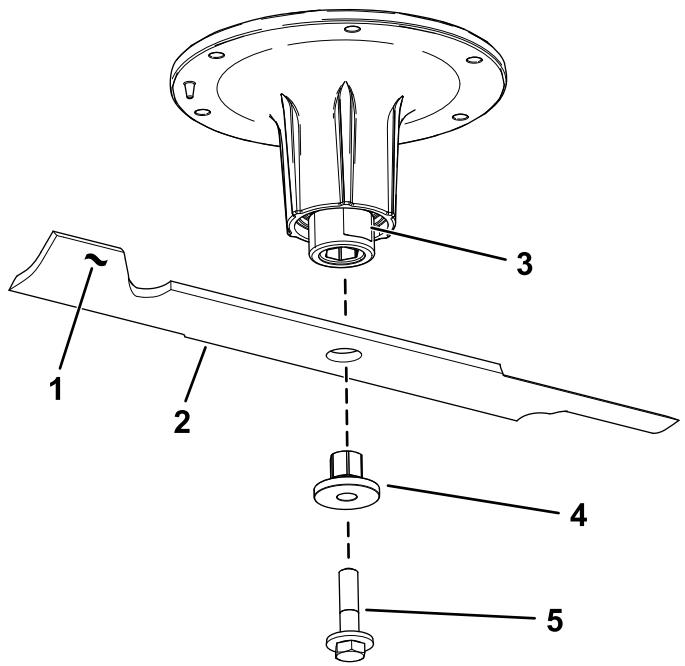

Figura 79
2. Retire el perno de la cuchilla, el buje y la cuchilla del eje (Figura 79).